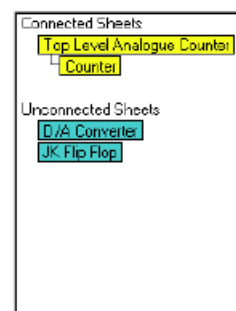

Рис. 4. Проверка наличия иерархической связи между листами.
9. Выполним команду меню View | Select Sheet. Откроется диалоговое окно Select Sheet (рис. 4). Легко видеть, что схемы Top Level Analogue Counter и Counter теперь числятся в категории связанных схем (Connected Sheets). Закроем окно.